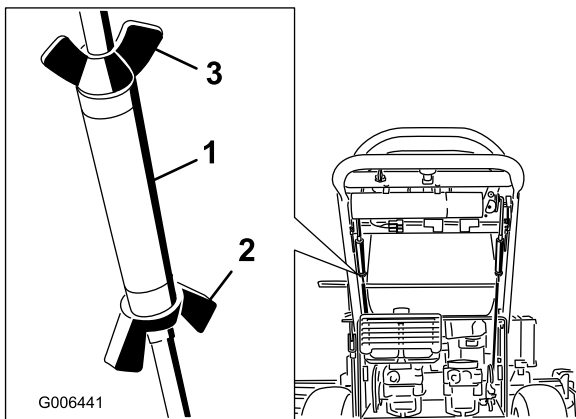

Bild 30
3. Lösen Sie die Flügelmutter an der rechten Steuerstange und drehen Sie die Spannschraube rein oder raus, um sicherzustellen, dass der Steuerhebel in der arretierten Neutral-Stellung zentriert ist. Befestigen Sie die Spannschraube mit der Flügelmutter (Bild 30).
4. Lösen Sie die Flügelmutter an der linken Steuerstange und drehen Sie die Spannschraube hinein oder heraus, um die Spurweite zu verstellen. Befestigen Sie die Spannschraube mit der Flügelmutter (Bild 30).